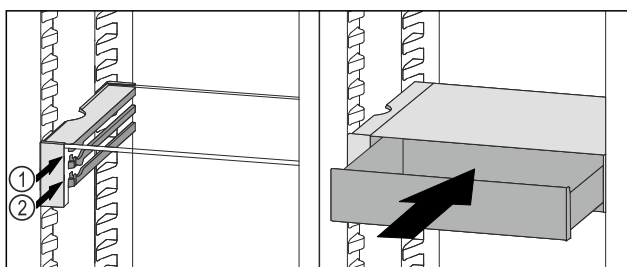

Fig. 106
- ▶ Predal VarioSafe namestite za zaustavljalnimi elementi na želeni nastavek Fig. 106 (1) ali Fig. 106 (2).